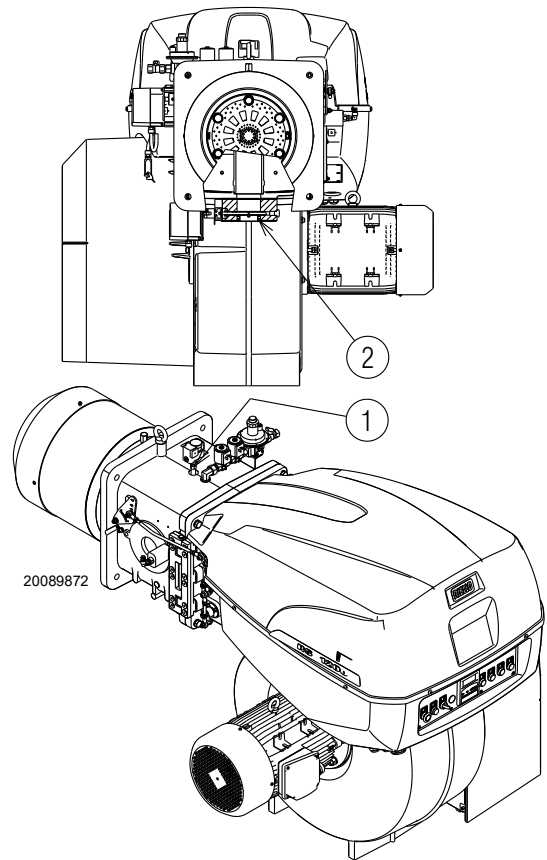

Abb. 18
Gasdruck, an der Entnahmestelle 1)(Abb. 18) gemessen mit:
Strömungsverlust Gasdrossel 2)(Abb. 18) bei maximaler Öffnung: 90°.
- Ziehen Sie vom Gasdruck am Anschluss 1)(Abb. 18) den Druck in der Brennkammer ab.
Gasdruck an der Entnahmestelle 1)(Abb. 18) = 59,2 mbar
Um stattdessen den an der Entnahmestelle 1) notwendigen Gasdruck zu ermitteln (Abb. 18), nachdem die höchste Modulationsleistung festgelegt wurde, bei der der Brenner arbeiten soll:
- Lesen Sie rechts, in Spalte 1, den Druck an der Entnahmestelle 1)(Abb. 18) ab.
An der Entnahmestelle 1)(Abb. 18) erforderlicher Druck.